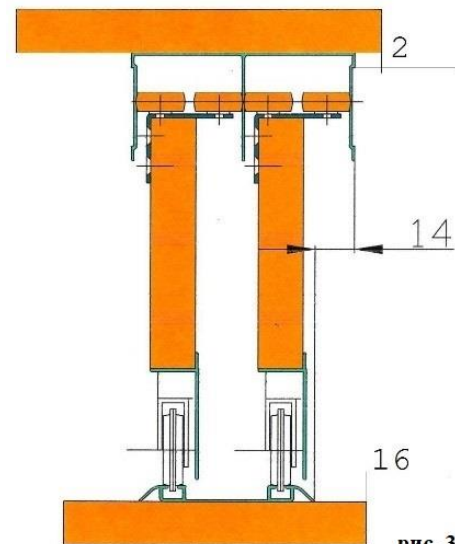

рис. 3
12. На дно 2 крепим саморезами 4,2x16 ходовой двойной профиль KR-05 (как указано в схеме на рис.3).
13. На крышу 1 крепим саморезами 4,2x16 направляющий Ш-образный профиль KR-02 (как указано в схеме на рис.3).
Крепится на верхней внутренней поверхности потолка шкафа (рис.3) саморезами 4,2x16 и служит направляющей для верхней части дверей. Длина выбирается равной размеру внутреннего пространства шкафа между боковыми стенками.
Крепится на нижней внутренней поверхности пола шкафа (рис.3) саморезами